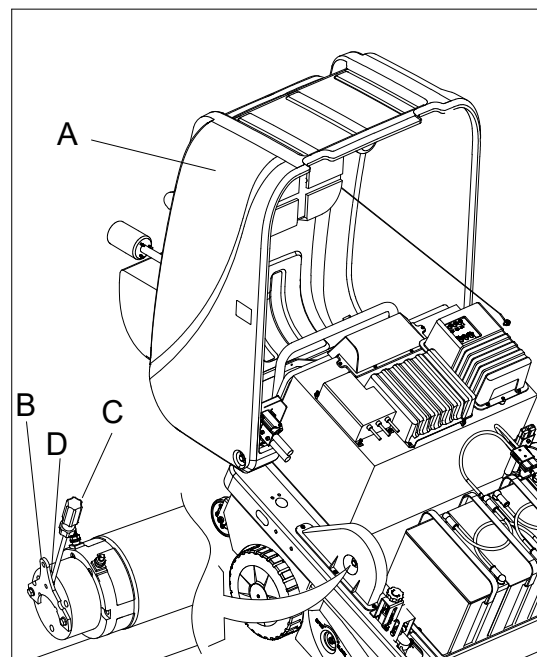

**Figura 16**
1. Pulse el botón de arranque (C, Figura 16) para desactivar todas las funciones (aspiración, cepillos principales/laterales y bomba) y, a continuación, se levantarán el cepillo principal y los laterales.
2. Pulse el botón del sacudidor del filtro para activar el sacudidor del filtro (B, Figura 16).
4. Lleve la llave de encendido (A, Figura 16) en la posición «O» y retírela.